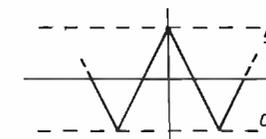

figura 16
3) Osservate il triangolino in output: deve essere come in figura 16 cioè l'onda deve essere perfetta e andare da 0 a +5V.